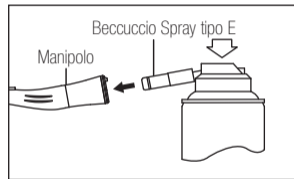

Fig. 10
- 3) Inserire il beccuccio spray nella parte posteriore del manipolo. Mantenere il manipolo e il beccuccio in tale posizione per circa 2-3 secondi. Erogare il lubrificante fino a quando non fuoriesce dalla testina del manipolo (per almeno 2 secondi). (Fig. 10)
- 3) Lubrificare il manipolo usando NSK PANA SPRAY Plus (Fig. 10) o Care3 Plus.